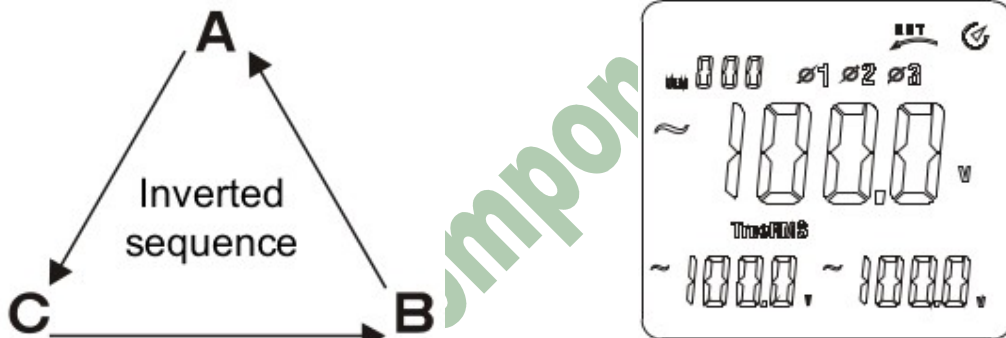

Figura 19
4) La disposición de la secuencia invertida se muestra en la figura siguiente. Como se ve en la figura 19, el display mostrará el resultado de la detección de secuencia negativa cuando se conectan las puntas de prueba V1, V2 y V3 a las fases A, B y C si la tensión de las fases supera los 50V.